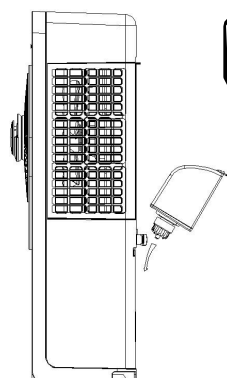

Figura 1
- Riempi il serbatoio dell'acqua e poi installa il serbatoio. Assicurati che il serbatoio sia ben assicurato (Figura 1).